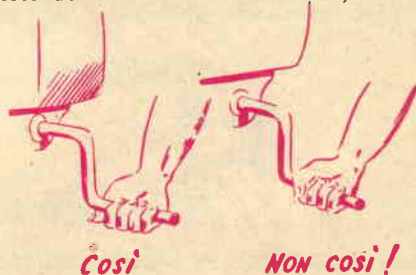

Fig. 2
- Nell'avviare il motore con manovella, è bene manovrare la stessa dal basso in alto ad evitare il pericolo che l'eventuale contraccolpo possa recare danno (fig. 2).